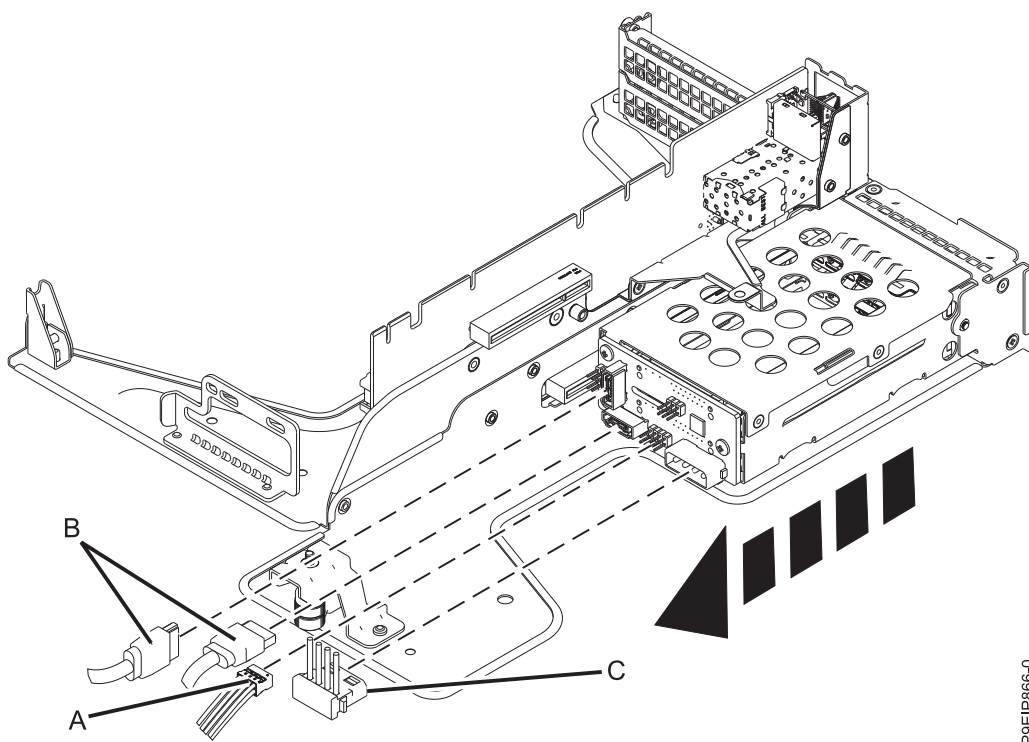

Figure 24. Déconnexion des cordons d'interface et des câbles d'alimentation de l'unité du fond de panier d'unité de disque
7. Retirez les cordons d'interface de l'unité (A) et (B) de l'arrière du fond de panier d'unité de disque, comme illustré dans la figure 24. Retirez le câble d'alimentation d'unité (C) du fond de panier d'unité de disque.